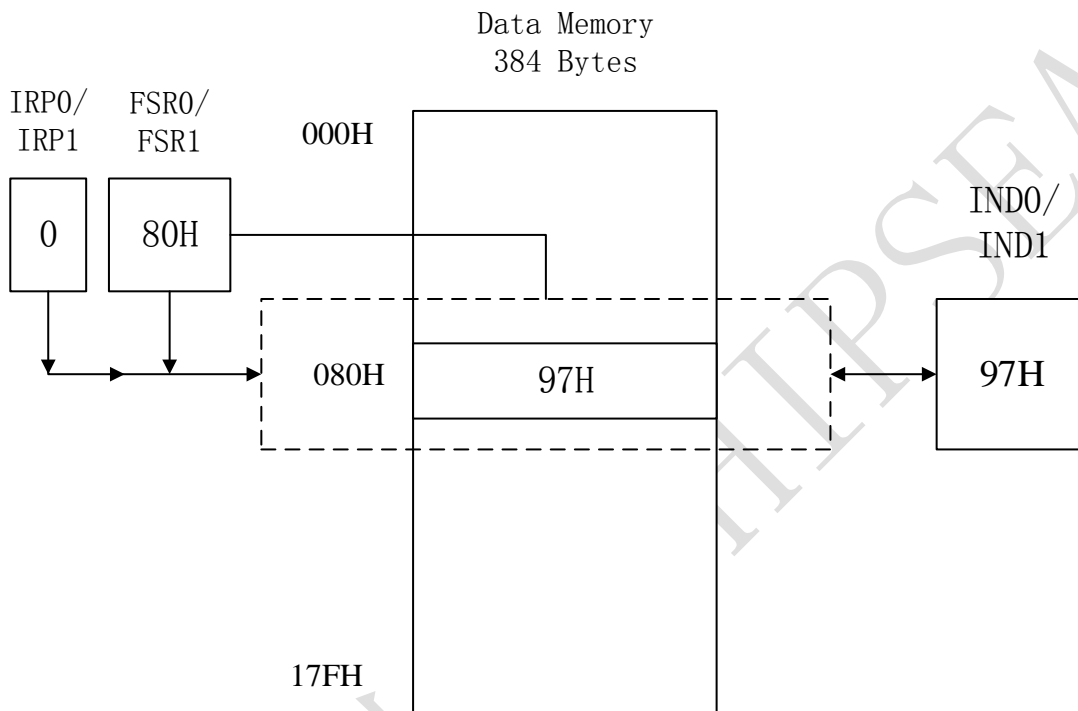

图 2-3 间接地址访问
3. 通过 IND0 及 FSR0 或 IND1 及 FSR1 这两组寄存器可以对数据存储器以及特殊功能寄存器进行间接访问。当从间接地址寄存器(IND0/IND1)读入数据时，MCU 实际上是以 FSR0/FSR1 中的值作为地址去访问数据存储器得到数据。当向间接寄存器(IND0/IND1)写入数据时，MCU 实际上是以 FSR0/FSR1 中的值作为地址去访问数据存储器将值存入该地址。其访问方式见图 2-3 间接地址访问。